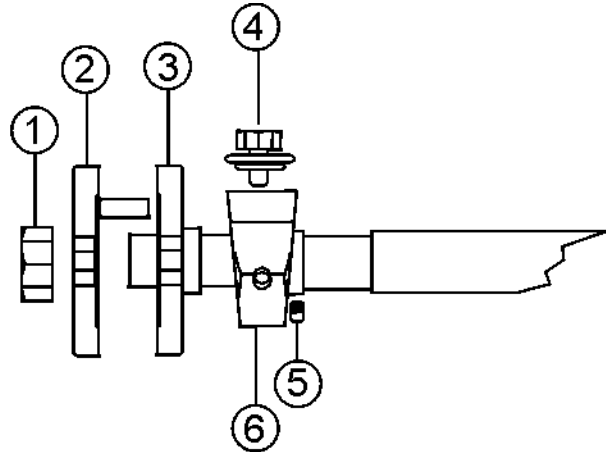

Figura 57. Cuscinetto lato lama (lato destro)
4. Rimuovere i **dadi esagonali** (figure 57 e 58, voce 1) e le **flange esterne/interne della lama** (figura 57, voci 2 e 3)
6. Allentare le **viti di arresto** (figura 57, voce 5), rimuovere il **bullone** (figura 57, voce 4) e far scivolare il **cuscinetto dell'albero della lama** (figura 57, voce 6) sull'albero della lama.